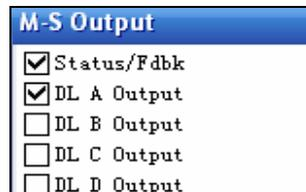

图 1- 161 使能 DataLink A 的输出
2. 置该组中的参数 1216[Reset Moudule]为 reset module, 使上面设置的 20-COMM-D 的参数生效, 如图 1- 162 所示。